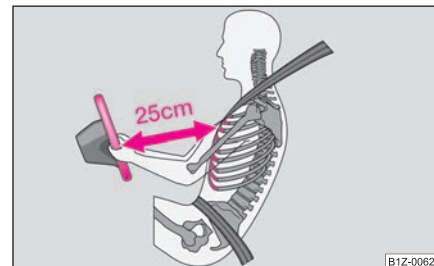

Fig. 167 Distanța sigură față de volan
- Atât pentru conducător cât și pentru pasagerul dreapta este important să păstreze o distanță de cca. 25 cm față de volan, respectiv de tabloul de bord ⇒ fig. 167. Dacă nu se respectă această distanță, sistemul airbag nu își poate exercita eficiența maximă – Pericol! Pe lângă acestea, scaunele din față și tetierele trebuie să fie întotdeauna reglate în funcție de mărimea corpului.